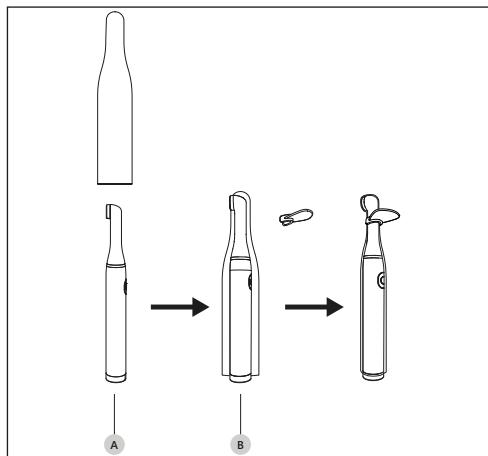

Figura 8 – Collegamento degli Accessori
2. Inserire la guaina protettiva monouso sul manipolo (Figura 8 a pagina 15 - Rif. A);
3. Fissare la protezione ottica sul manipolo (Figura 8 a pagina 15 - Rif. B).